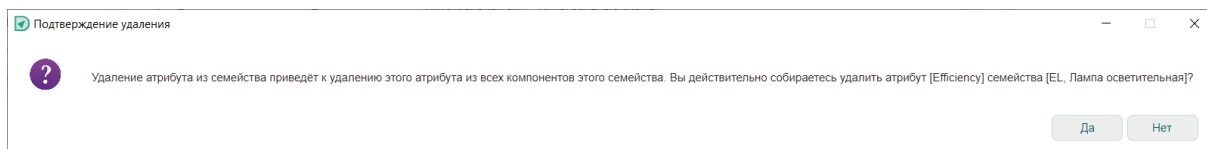

Рис. 35 Подтверждение удаления
5. В окне «Подтверждение удаления» нажмите «Да» для подтверждения удаления атрибута или «Нет» для отмены действия, см. Рис. 35.